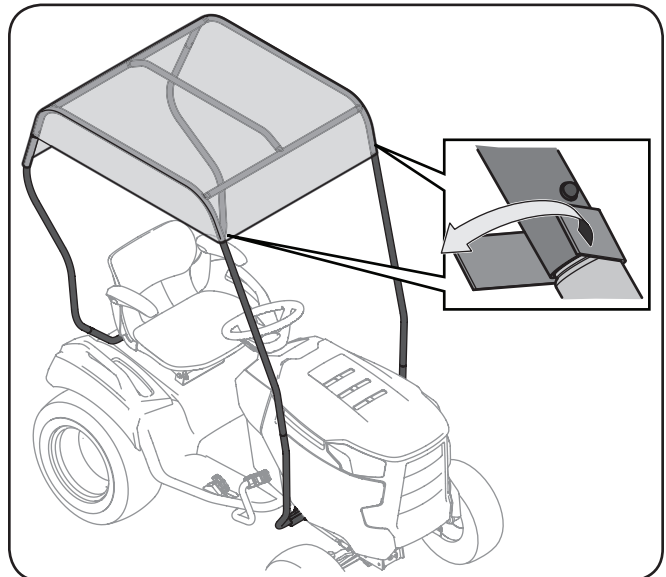

Figure 3-7
2. Il y a huit sangles en velcro à l'intérieur du pare-soleil; quatre sangles à l'avant et quatre sangles à l'arrière. Attachez les huit sangles pour fixer l'avant et l'arrière du pare-soleil. Voir Figure 3-7.